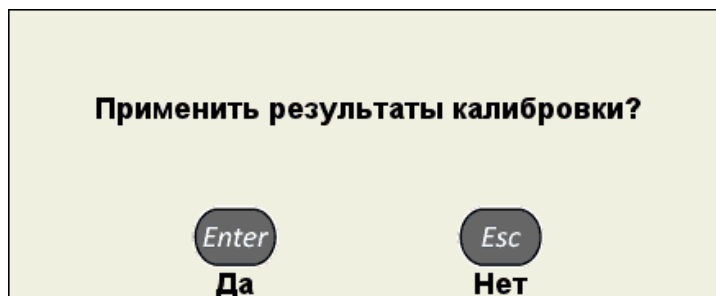

Рисунок 18
- нажать клавишу **Enter**. Откроется подтверждающее окно (рисунок 18);